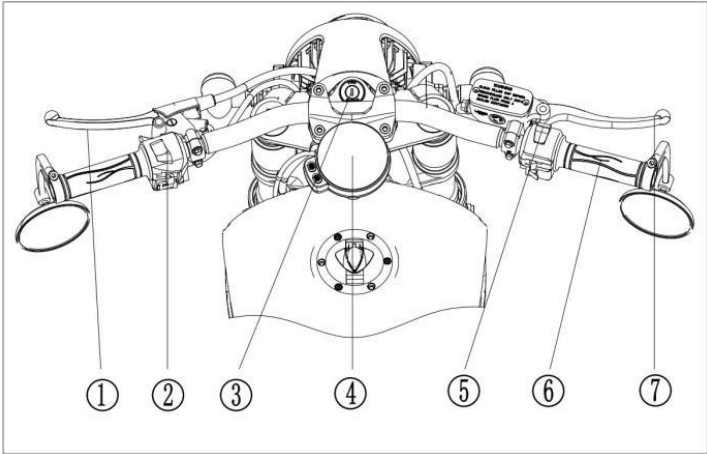

Abb.3
**3. (Abb. 3)**
- ① Kupplungshebel
- ② Linke Schalterkombination
- ③ Zündschalter
- ④ Armaturenbrett
- ⑤ Rechte Schalterkombination
- ⑥ Gasgriff
- ⑦ Vorderen Bremsgriff